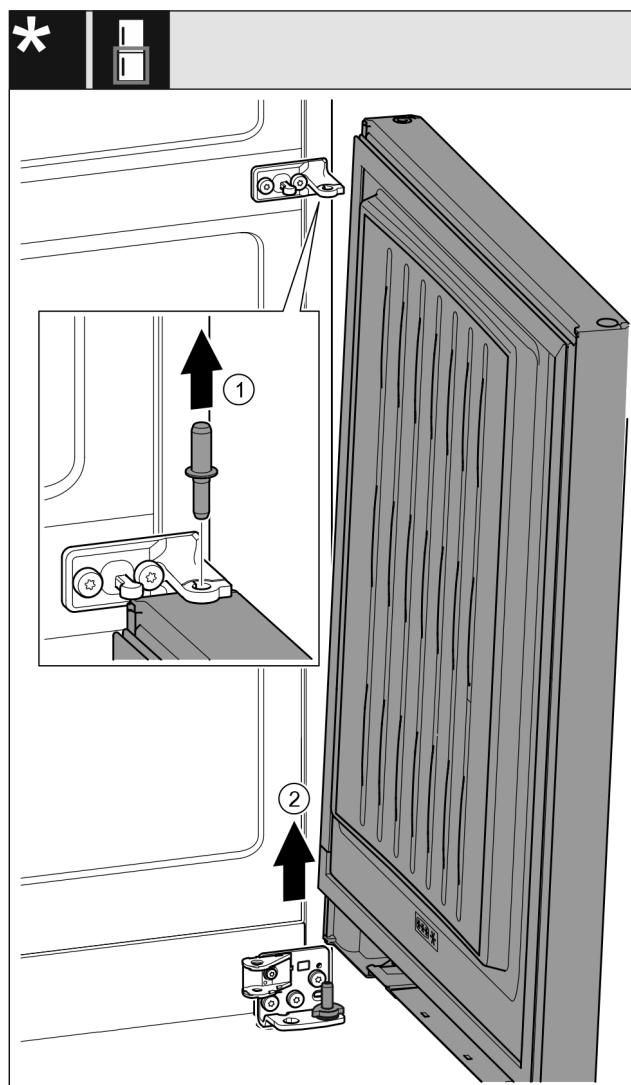

Fig. 23 \*
- 向上拉出螺栓。 Fig. 23 (1)\*
- 向外旋转冰箱门，向上拉出后放在旁边。 Fig. 23 (2)\*